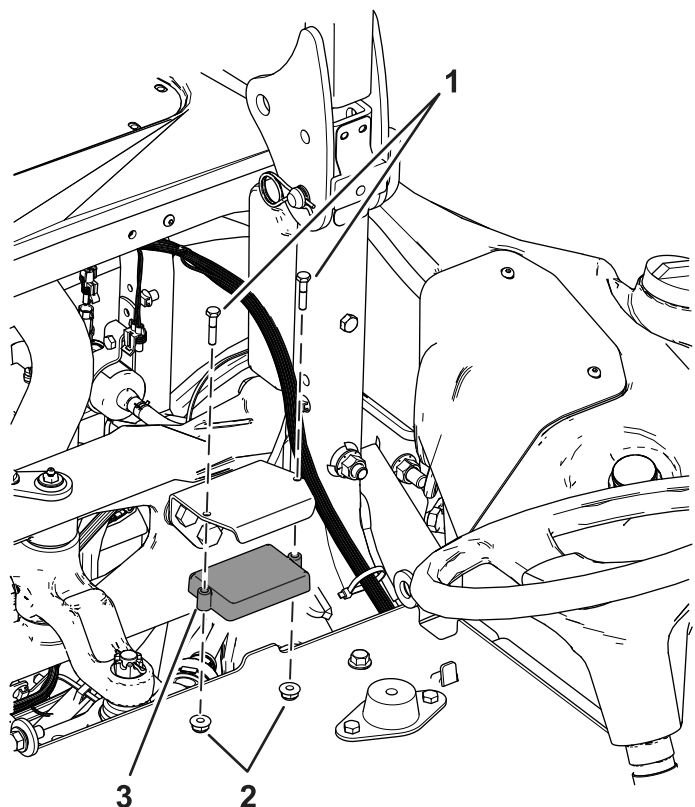

Bild 4
5. Befestigen Sie den Sensor mit vier Schrauben ($\frac{1}{4}$ " x $1\frac{1}{4}$ ") und zwei Muttern ($\frac{1}{4}$ ") an der Sensorhalterung, siehe Bild 4.